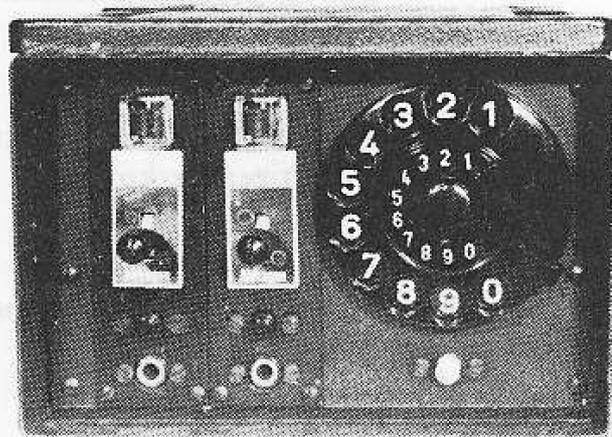

Bild 13
- 1.4.2.1. Der Amtszusatz-Einschub enthält auf der Bedienungsseite (Bild 13)
- 2 Haltetasten (HT)